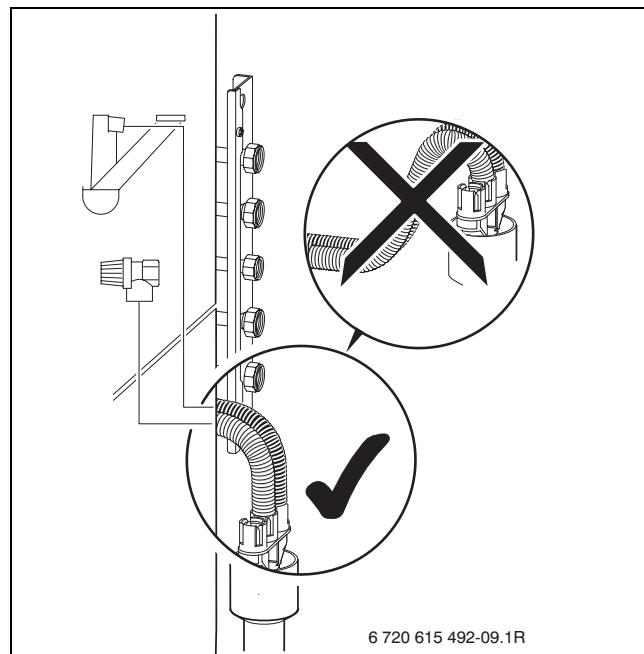

Рис. 14
- ▶ Підключити шланг запобіжного клапану до відвідної гарнітури (→ Рисунок 14, сторінка 24).